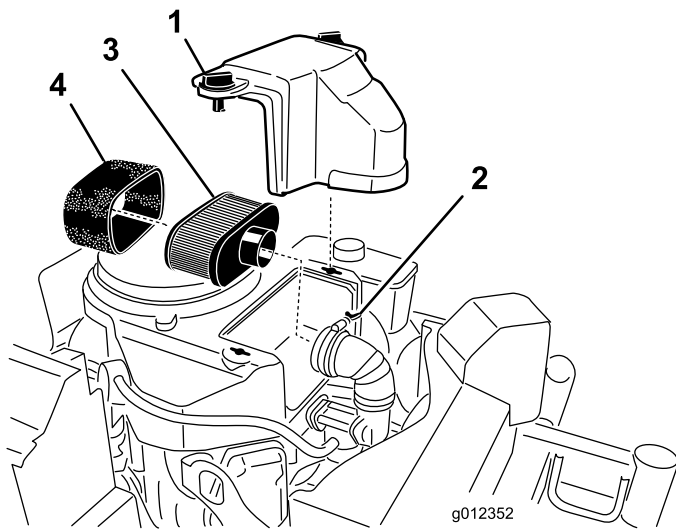

Bild 24
3. Reinigen Sie den Bereich um den Luftfilter herum, um zu verhindern, dass Schmutz in den Motor fällt und Schäden verursacht (Bild 24).
4. Schrauben Sie die Handräder der Abdeckung ab und entfernen Sie die Luftfilterabdeckung (Bild 24).
5. Schrauben Sie die Schlauchklemme los und entfernen Sie den Luftfilter (Bild 24).
6. Ziehen Sie den Schaumeinsatz vorsichtig vom Papiereinsatz (Bild 24).
1. Reinigen Sie nicht den Papierfilter. Wechseln Sie ihn aus (Bild 24).
1. Schieben Sie den Schaumeinsatz vorsichtig auf den Papierluftfiltereinsatz (Bild 24).
2. Schieben Sie den Luftfilter auf das Luftfilterunterteil und befestigen Sie ihn mit den zwei Flügelmutter (Bild 24).
3. Setzen Sie die Abdeckung des Luftfilters auf und ziehen Sie das Handrad der Abdeckung fest (Bild 24).